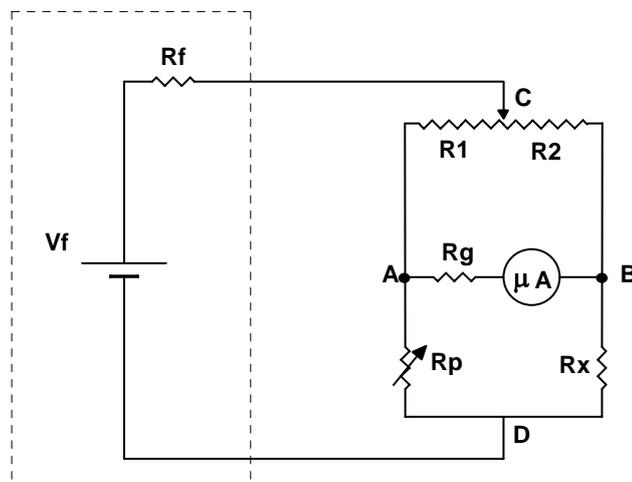

Figura 2 - Circuito da ponte de Wheatstone com a derivação central de  $R_1$  e  $R_2$ .
- a. Os resistores  $R_1$  e  $R_2$  são formados por um único resistor, com uma derivação central, como mostra a figura 2. Assim, a soma das resistências de  $R_1$  e  $R_2$  é constante, o que se muda é a relação entre elas.